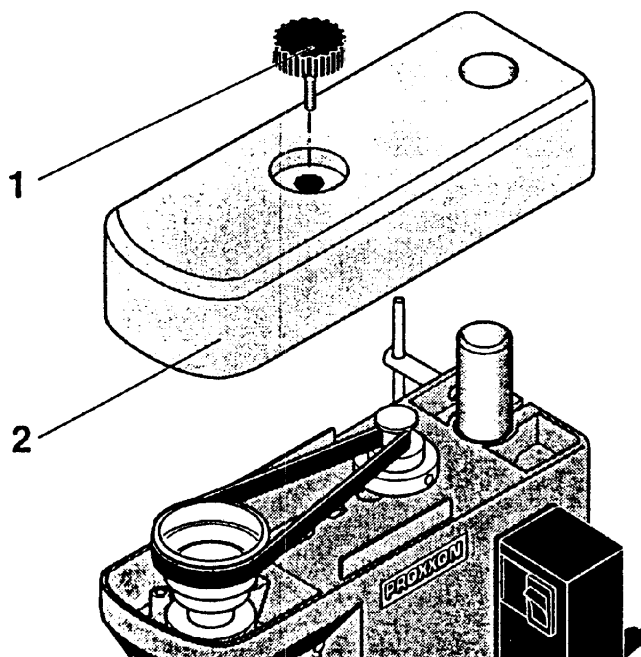

Fig. 8
1. Rändelschraube 1 (Fig. 8) herausdrehen und Deckel (2) nach oben abheben.
1. Unscrew the knurled screw 1 (Fig. 8) and lift the cover (2) off.
1. Dévisser la vis moletée 1 (Fig. 8) puis retirer le capot (2) vers le haut.
1. Svitare la vite a testa zigrinata 1 (fig. 8) e togliere il coperchio (2) verso l'alto.